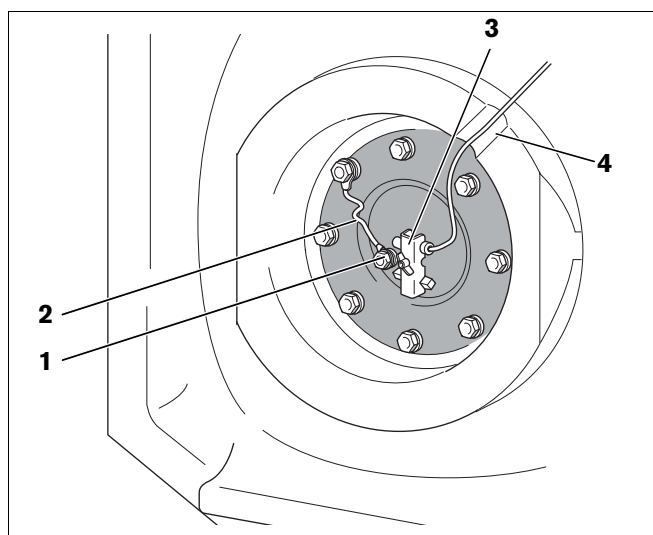

Fig. 10 Vérifier le raccordement de l'anode au magnésium
- Faire passer le câble de sonde par l'évidement de l'isolation thermique (fig. 10, **pos. 4**) vers le couvercle de la trappe de visite.
- Monter la sonde de température dans la fixation selon la forme géométrique ou le diamètre donnés (fig. 10, **pos. 3**).
- Vérifier si le câble de raccordement à la masse (fig. 10, **pos. 2**) de l'anode au magnésium (fig. 10, **pos. 1**) est bien raccordé.